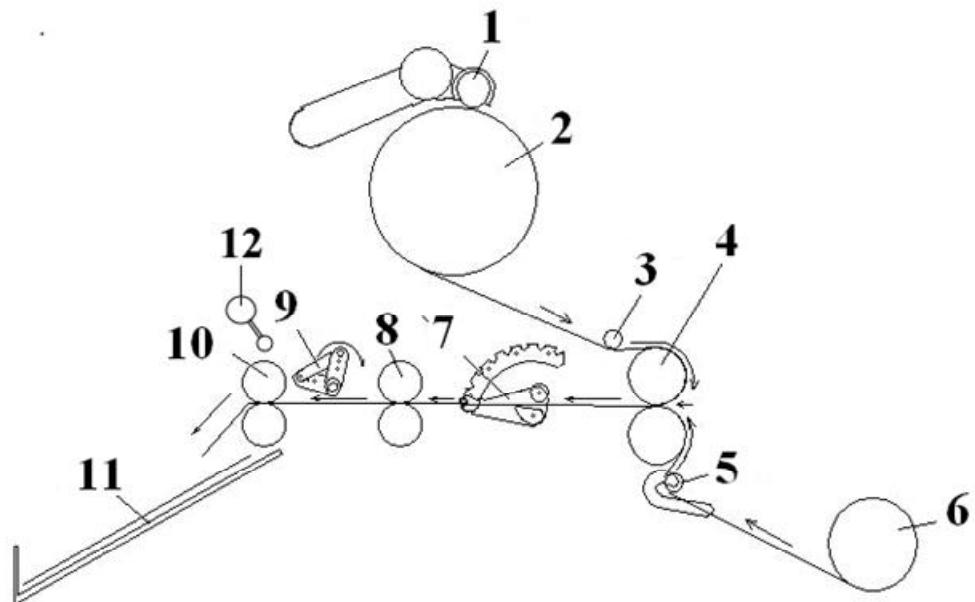

Рис.1
Тормозная площадка регулируется по вертикали винтом со стороны нижнего вала стабилизации (п.5 рис.1) и определяет захват материала в зависимости от плотности.
**ВНИМАНИЕ !!! Устройство отделения готовой продукции (п.9 рис.1) работает только в режиме «Одностороннее ламинирование» с использованием полипропиленовой пленки. При использовании других видов пленки устройство следует отключить при помощи специальной кнопки слева от разъема электропитания:**
Сведение 2-й пары холодных дополнительных валов (п.10 рис.1) производится отдельной ручкой (п.12 рис.1) и применяется в **одностороннем ламинировании** при включенном устройстве отделения материала (п.9 рис.1).
Лезвие применяется при **одностороннем ламинировании** с использованием полипропиленовой пленки для пунктирной надрезки полотна и обеспечения **отделения (разрыва пленки) готового материала специальным устройством** на выходе ламинатора. Устанавливается по краю рулона (п.9 рис.1).